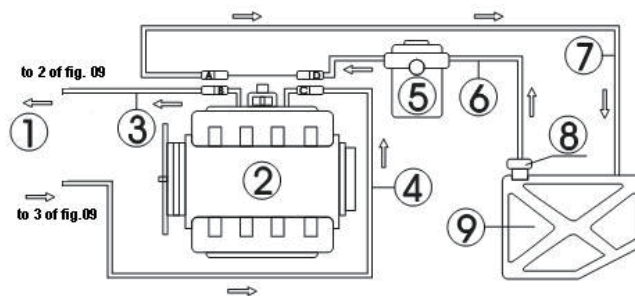

Abb. 09
Der Schlauchleitungsanschluss des Motors mit Rücklaufschlauch ist wie in Abb. 09 dargestellt.
- Trennen Sie die Anschlüsse der Kraftstoff-Zufuhrschläuche (C/D) und der Kraftstoff-Rücklaufschläuche (A/B) des Motorkraftstoffsystems (wickeln Sie die Anschlüsse beim Trennen mit einem Handtuch ein). Wählen Sie geeignete Anschlüsse. Schließen Sie separat ein Ende an das Ende B bzw. C und dann das andere Ende an die entsprechenden Rücklauf- und Auslassschläuche. (siehe Abb. 09)